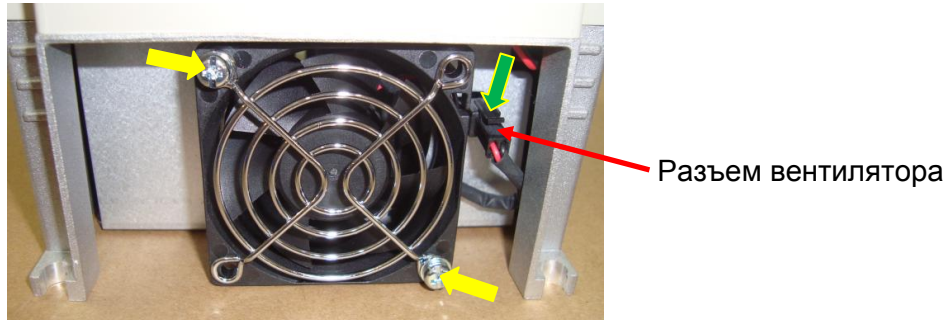

Рис. 6.11
6.6.1. Отсоединить разъем вентилятора от ответной части, предварительно нажав на защелку (зеленая стрелка, рис. 6.11).
6.6.2. Выкрутить винты крепления вентилятора (желтые стрелки, рис. 6.11).